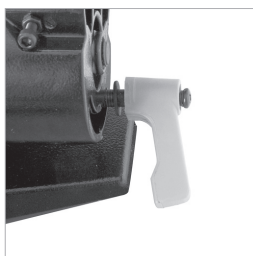

Fig. 33
- Desserrez le levier de blocage de biseau (**Fig. 33**)